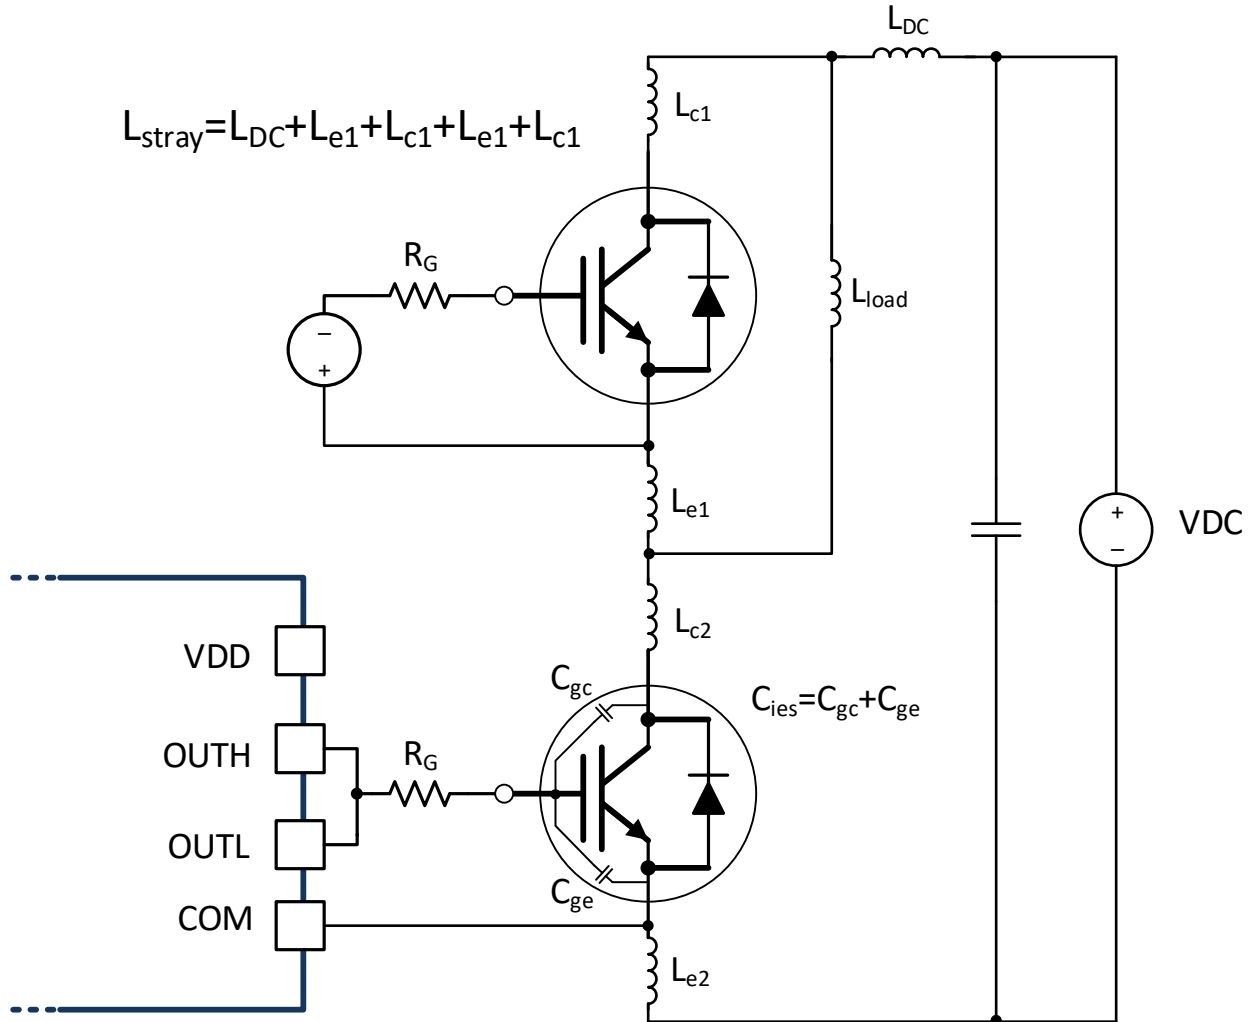

図 8-6. ハーフブリッジ構成での IGBT の漂遊寄生インダクタンス
- L_{stray} は、図 8-6 に示すように、電源スイッチングループの浮遊インダクタンスです。